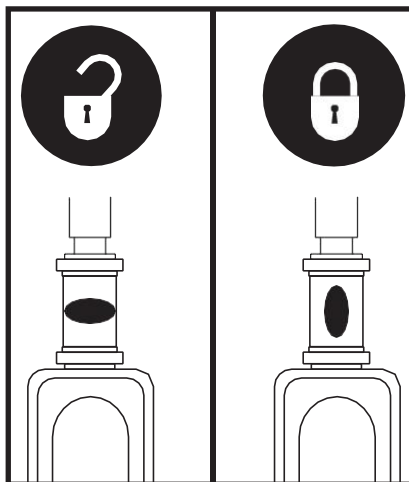

Figura 32. Botón de bloqueo del manillar
1. Retire la llave del interruptor de llave y, a continuación, bloquee el manillar en posición de línea recta empujando el botón de bloqueo del manillar y girándolo en sentido horario 90°. Ver **Figura 32**. La rueda delantera debe estar orientada hacia delante para poder bloquear el manillar.
6. Desbloquee el manillar girando el botón de bloqueo del manillar 90° en sentido antihorario. **Ver Figura 32.**